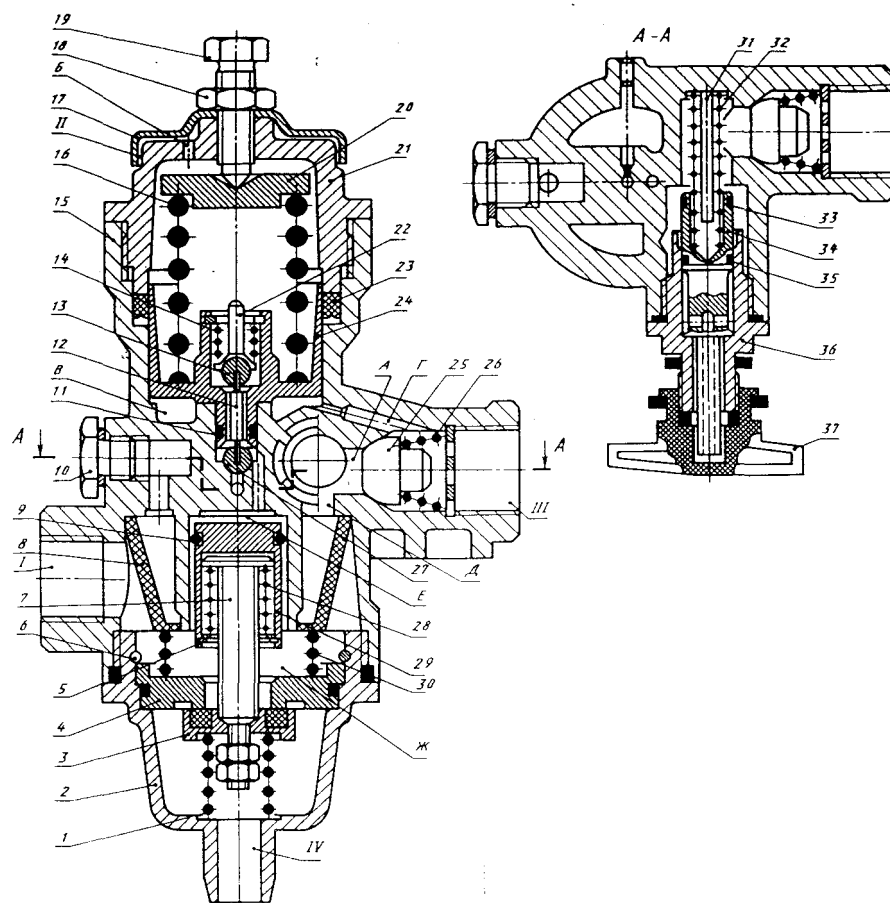

Рис. 62 Регулятор давления
1. РЕГУЛЯТОР ДАВЛЕНИЯ (рис. 62)